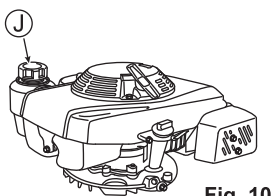

Fig. 10
1. Abra a tampa do tanque de combustível (J) e abasteça com gasolina. Limpe se derramar gasolina, seque imediatamente com um pano. (Veja a fig. 10)
2. Feche firmemente a tampa do tanque de combustível (J) depois do reabastecimento.